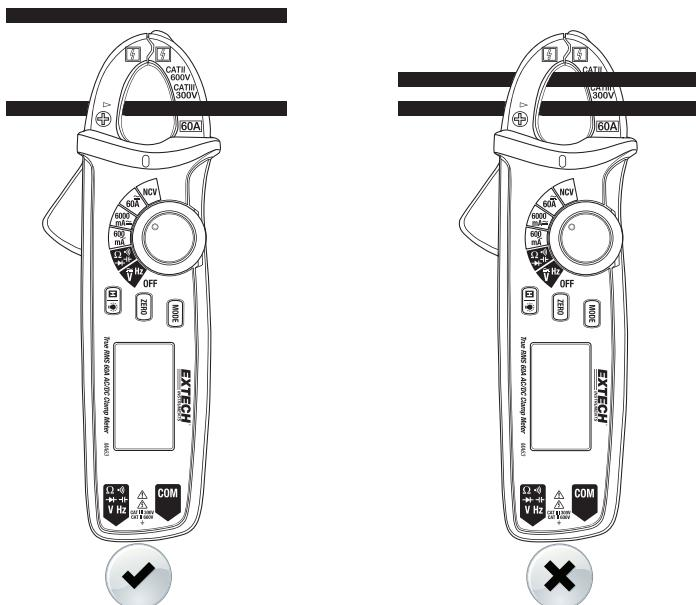

图 3 正确和错误钳位方法
只钳住一条导线。参加下面的图 3。左图正确，右图错误。
4. 钳住一根导线 (完全圈住)。不要在两个半钳口之间留有空隙。参见“操作”一节中的图 3。
7. 完全圈住一根导线。不要在两个半钳口之间留有空隙。参见本指南前文中的图 3。
2. 按下触发器以打开钳口，并完全圈住一根导线。参见上文“电流钳位方法”一节中的图 3。